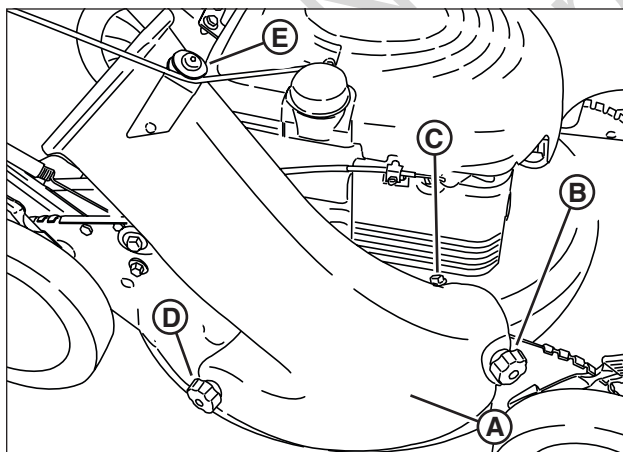

Figure 10 : Installation de l'adaptateur de sac de ramassage
2. Installer l'adaptateur (A, Figure 10) au châssis au lieu du couvercle de paillage, en s'assurant que :
- Le trou avant (B) sur l'avant extérieur de l'adaptateur va par-dessus le bouton pression où l'avant du couvercle de paillage était originalement attaché;
- La fente (C) sur le dessus de l'adaptateur glisse sous l'écrou de retenue sur le dessus du châssis (sous le coin droit avant du moteur);
- La fente (D) sur l'arrière de l'adaptateur glisse sur le bouton pression derrière l'arrière de l'ouverture de décharge, où l'arrière du couvercle de paillage était originalement attaché.
4. Acheminer le câble du lanceur autour de l'extérieur de la poulie du guide-câble (E).